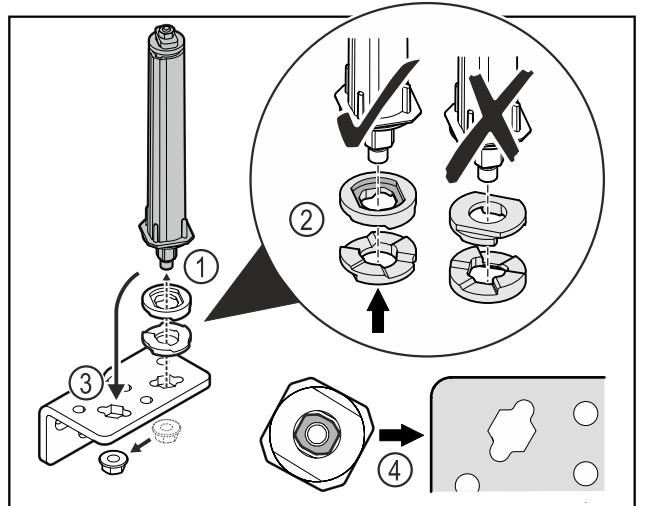

Fig. 41
- ▶ 松开螺母，并移除关门系统 Fig. 41 (1)。
- ▶ 确保高度调整垫片正确对齐 Fig. 41 (2)。
- ▶ 调换合页角铁中的关门系统并用螺母固定 Fig. 41 (3)。
- ▶ 装入时，确保关门系统正确对齐 Fig. 41 (4)。